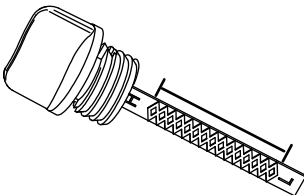

Figura 2-14. Rango de funcionamiento seguro
6. Consulte la Figura 2-14. Retire la varilla de medición y compruebe que el nivel del aceite está dentro del rango de funcionamiento seguro.